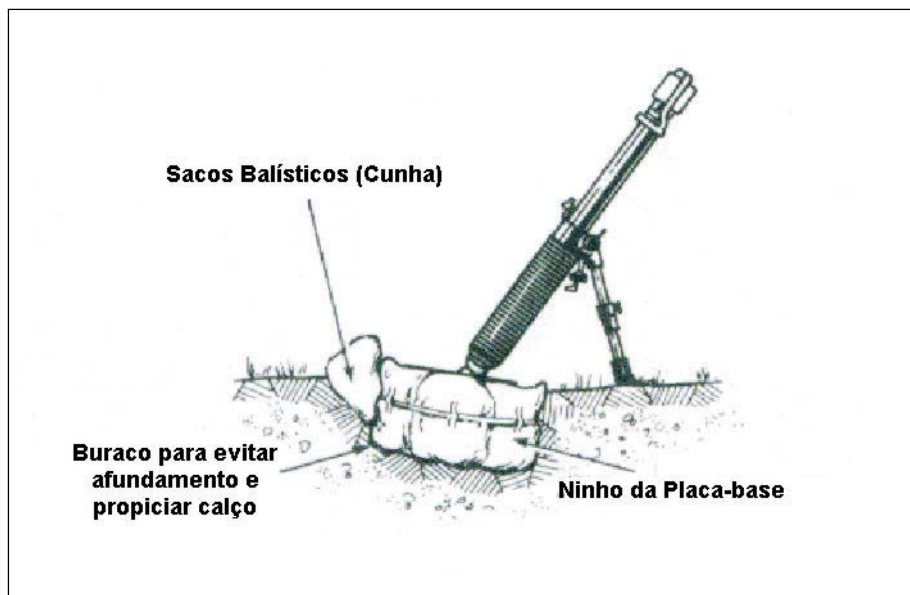
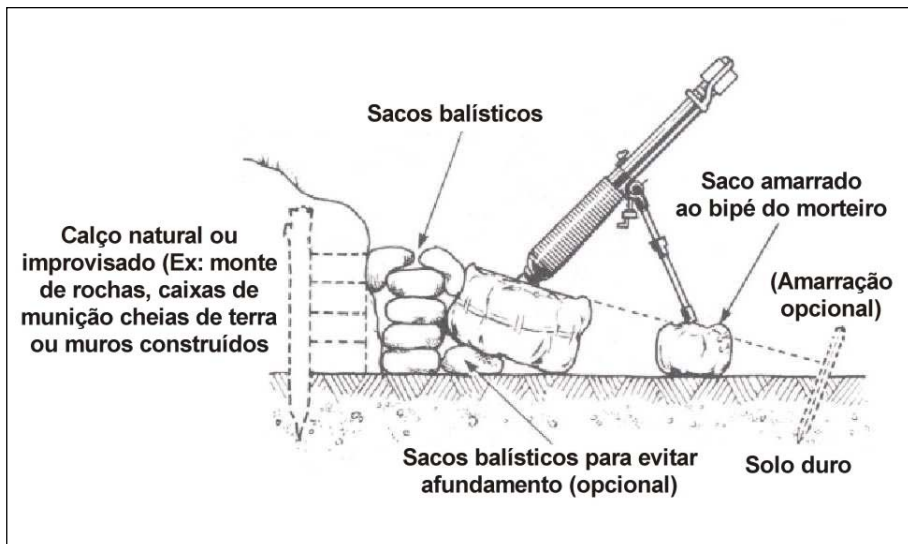
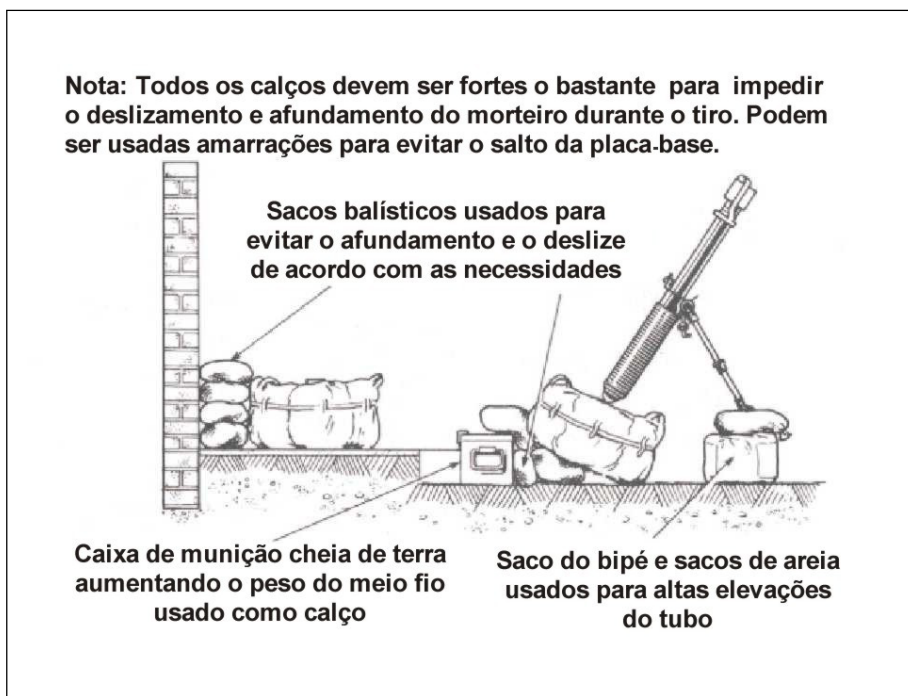

Fig 4-7. Preparação em Solos Fofos do Sistema
Fig 4-8. Preparação em Solos Duros do Sistema
Fig 4-9. Preparação em Áreas Construídas do Sistema
d. após uma completa e apropriada preparação é possível atirar em solos muito fofos, solos duros, assim como superfícies de concreto e cimento. (Fig 4-7) (Fig 4-8) (Fig 4-9).